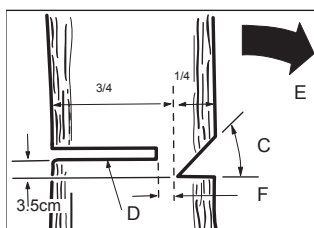

FIG. 1
Por regla general, la tala consiste en dos cortes principales, la entalladura (C fig. 1) y el corte propiamente dicho (D fig. 1), necesario para la caída del árbol.
- Comience con la entalladura superior (C) en el lado del árbol que mira hacia la dirección de caída (E)
- La entalladura debe tener una profundidad (F) igual a aproximadamente $\frac{1}{4}$ del diámetro del tronco.
- Después de la incisión, realice el corte propiamente dicho (D) en el otro lado del árbol, a 3-5 cm por encima de la altura de la incisión (fig. 1).